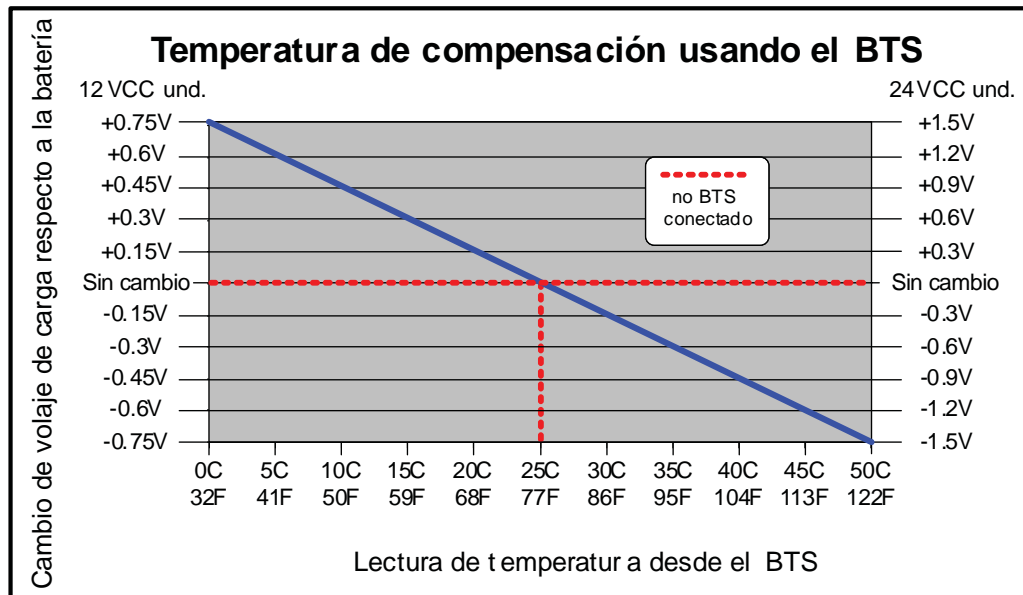

Ilustración 12, Temperatura del BTS para el cambio de voltaje de carga
El cargador de múltiples etapas puede utilizar un máximo de cinco etapas diferentes de carga para ayudar a controlar y mantener saludables las baterías. Las cinco etapas incluyen un proceso automático de 4 etapas de carga (intensa, absorción, flotación y carga completa), y una etapa de carga de ecualización manual (EQ). El proceso automático de carga de 4 etapas proporciona una recarga completa y vigilancia de las baterías sin causar daños debidos a sobrecarga (consulte la Ilustración 12). La etapa de ecualización (necesita el control remoto ME-RC50) se utiliza para limpiar el electrolito estratificado y revertir cualquier sulfatación de la placa de batería que podría haber ocurrido.
Cuando el BTS se encuentra instalado, si la temperatura alrededor del BTS es inferior a 25 °C (77 °F), la tensión de las cargas de absorción y flotación se incrementan. Si la temperatura alrededor del BTS es mayor a 25 °C (77 °F), la tensión de las cargas de absorción y flotación disminuye. Consulte la Ilustración 12 para determinar cuánto cambia el voltaje de carga (aumenta o disminuye) a medida que cambia la lectura de la temperatura del BTS. Por ejemplo, el voltaje de carga nominal de absorción, para una batería de plomo líquido a 25 °C (77 °F), en un modelo de 24 voltios es 29,2 VCC. Si la temperatura de la batería es de 35 °C (95 °F), la tensión de carga de absorción se reduciría a 28,6 VCC (29,2 VCC, un cambio de 0,6).